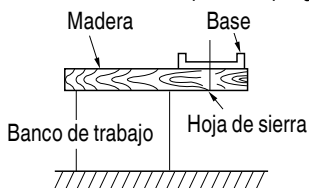

Fig. 17
6. Prepare un banco de trabajo de madera (Fig. 17). Como la hoja de sierra sobresaldrá de la superficie inferior de la madera de trabajo, coloque ésta sobre un banco de trabajo para cortarla. Si, como banco de trabajo, utiliza un madero cuadrangular, tenga en cuenta el nivel del suelo para asegurar que quede adecuadamente estabilizado. Un banco de trabajo inestable resultaría en una operación peligrosa.